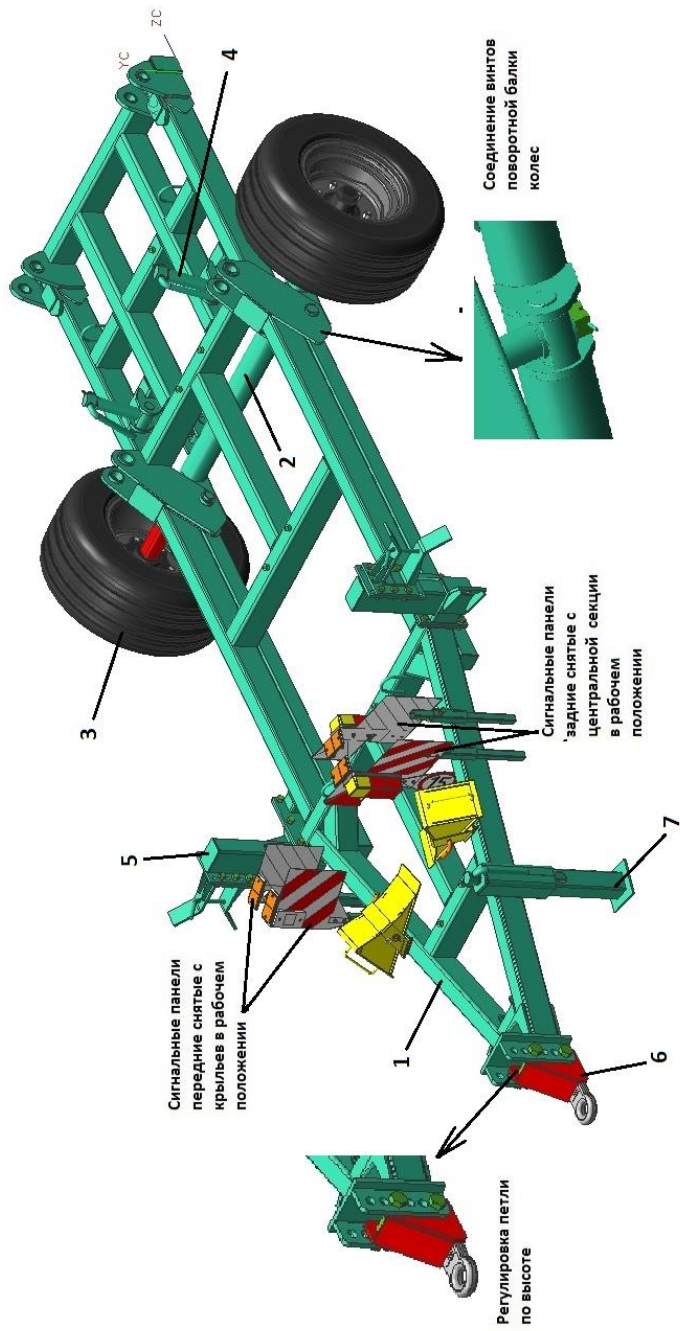

Рисунок 3 – Транспортная тележка
3.3 Транспортная тележка предназначена для передвижения культиватора при транспортировке. Состоит (рисунок 3) из рамы 1, поворотной балки 2 с ходовыми колёсами 3 и регулировочными винтами 4, кронштейнов фиксации крыльев в транспортном положении 5, регулируемого по высоте прицепа 6, опоры с винтовой регулировкой 7.
- соединить поворотную балку с регулировочными винтами (рис.3);
- соединить культиватор с трактором, переставляя прицеп на требуемое отверстие (рис. 3).
- снять передние сигнальные панели с крыльев культиватора и установить в кронштейны транспортной тележки (рисунок 3);
- снять задние сигнальные панели с центральной секции, разъединить вилку с розеткой, и установить их в кронштейны транспортной тележки (рисунок 3);